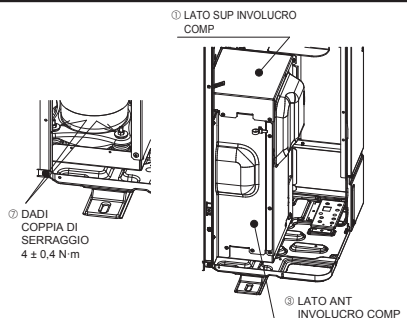

Fig. 4-2
- Dopo aver smontato i componenti fissi del COMP, assicurarsi di serrare i dadi e ricollocare il LATO SUP INVOLUCRO COMP e il LATO ANT INVOLUCRO COMP nella posizione originale (Fig. 4-2).